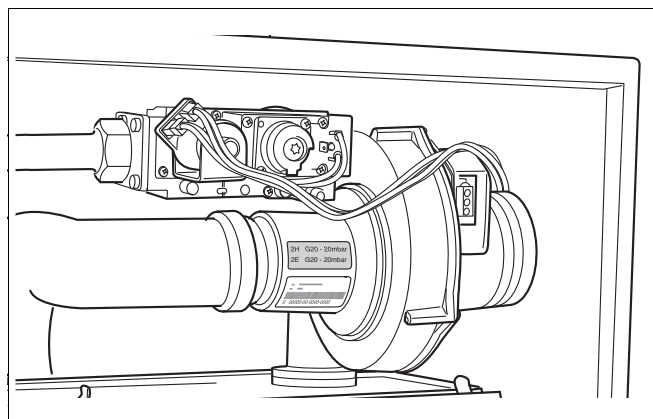

Рис. 76 Контроль наклеек с видом газа
- Проверьте соответствие типа используемого газа указанному на этикетке (рис. 76).